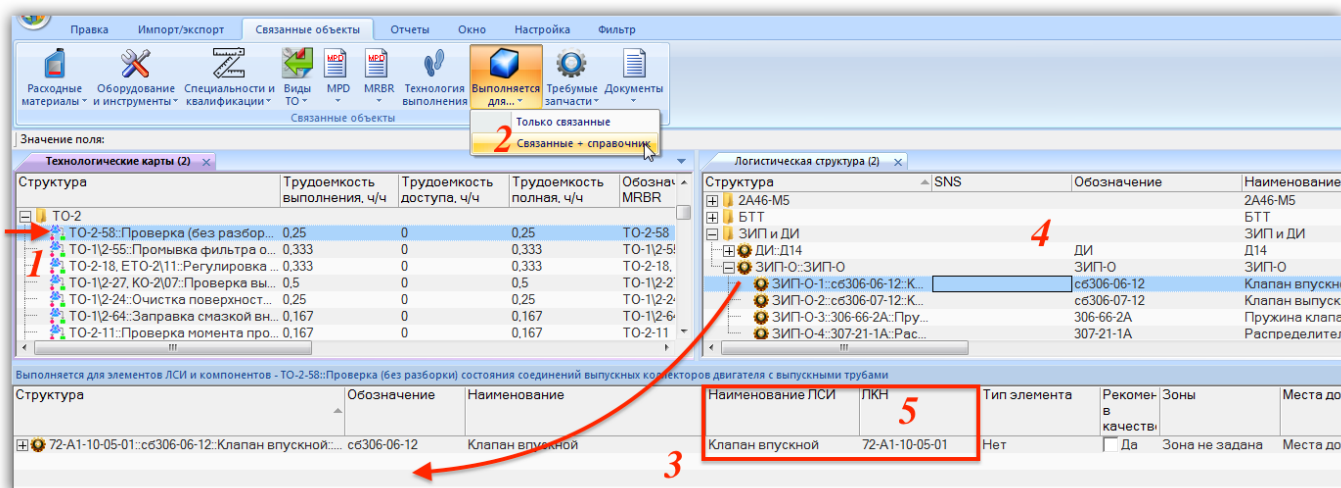

Рис. 17-43 – Создание связи ТК с компонентом
- 2) Выделить техкарту в окне «Технологические карты» (1 на рис. 17-43).
В примере, приведенном на рис. 17-43, связь техкарты ТО-2-58 установлена с компонентом «сб306-06-12 :: Клапан впускной» для его месторасположения в ЛСИ «72-А1-10-05-01».
5) Месторасположения компонентов, с которыми связана техкарта, выводятся в связанном окне «Выполняется для элементов ЛСИ и компонентов» для техкарты (см. выше рис. 17-43), а также на вкладке «Выполняется для элементов ЛСИ» в окне свойств «Техно-